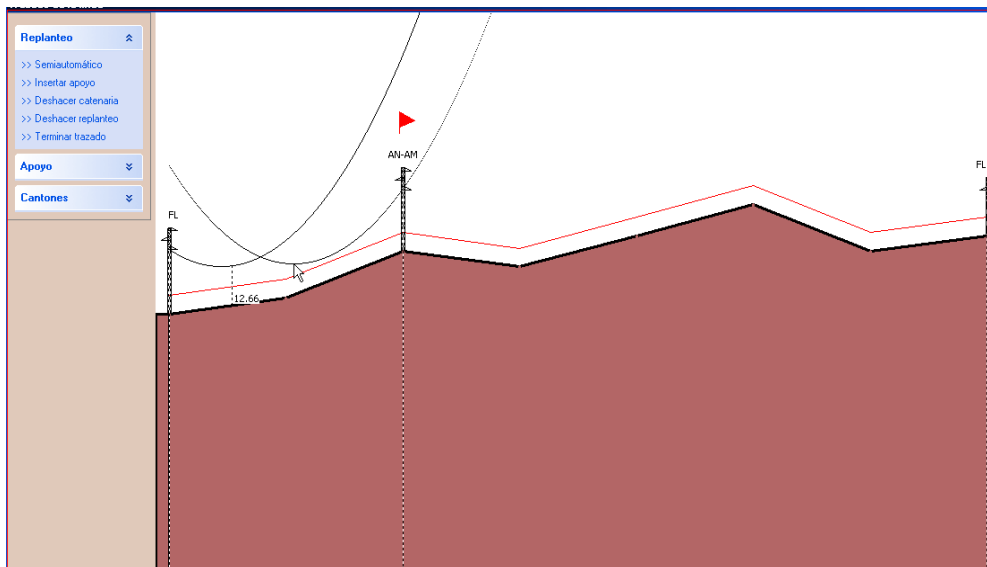

Figura 5.58. Cruce de catenarias para situar un apoyo con el replanteo manual.
- **Replanteo manual.** Antes de entrar en los menús de esta ventana, podemos ubicar los apoyos de forma manual con el ratón. Según ponemos el ratón sobre el perfil nos aparece una curva de catenaria que se mueve con el ratón, de forma que si queremos situar un primer apoyo hacemos coincidir la catenaria de la pantalla con la cruceta inferior del apoyo de inicio de línea, pinchamos con el botón izquierdo y se dibuja la catenaria del primer vano que estamos creando (Figura 5.58). Acto siguiente ponemos el ratón de manera que el corte entre la catenaria existente y la que movemos con el ratón coincida en el lugar y la altura a la que deseamos poner un apoyo (si coincide con un apoyo existente, normalmente un ángulo, el programa